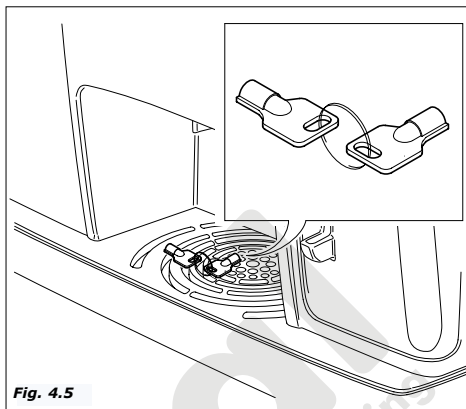

Fig. 4.5
- Coger las llaves que están en la zona de recepción del vaso (Fig. 4.5)